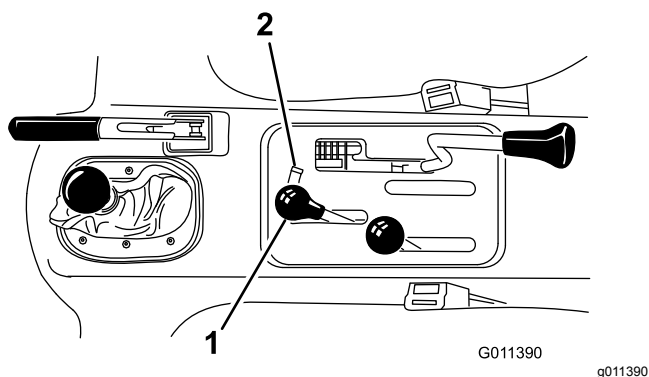

図 16
- ・ シリアル番号が 240000001 以降のワークマン油圧昇降レバー 図 16 を前後に動かす。